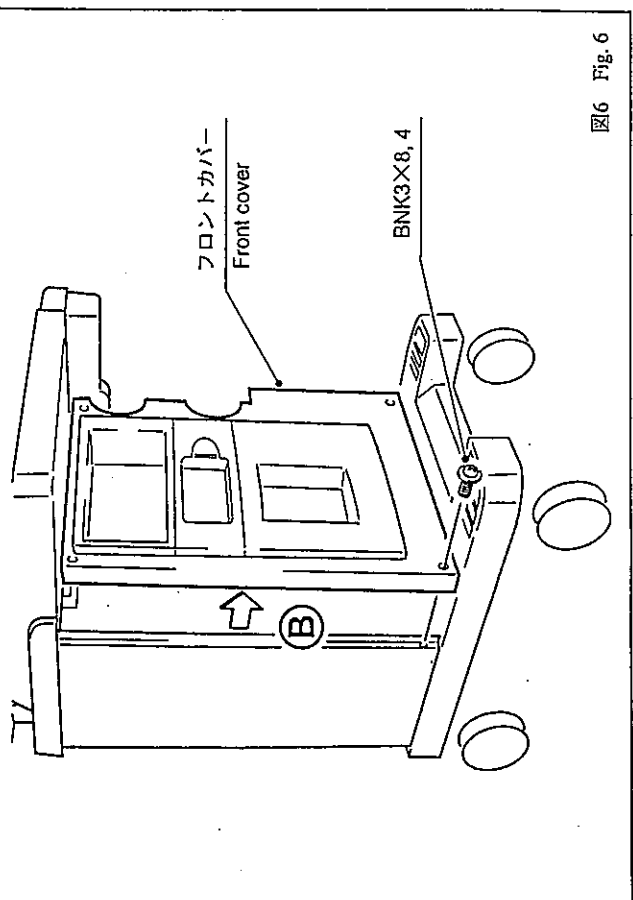

図6 Fig. 6
- (13) フロントカバーを、ねじ4本を外して取り外す。(図6Ⓑ)
(13) Unfasten 4 screws and remove front cover. (Ⓑ in Fig. 6)